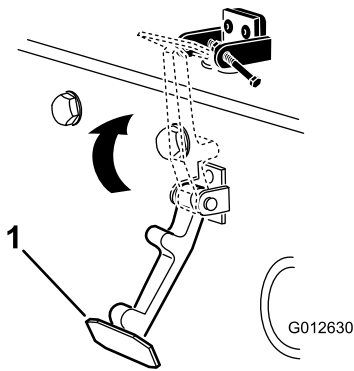

Bild 6
7. Haken Sie den Riegel in die Halterung des Motorhaubenriegels ein (Bild 6).